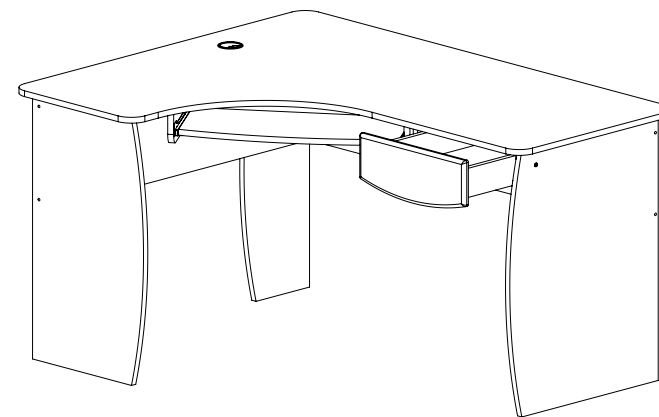
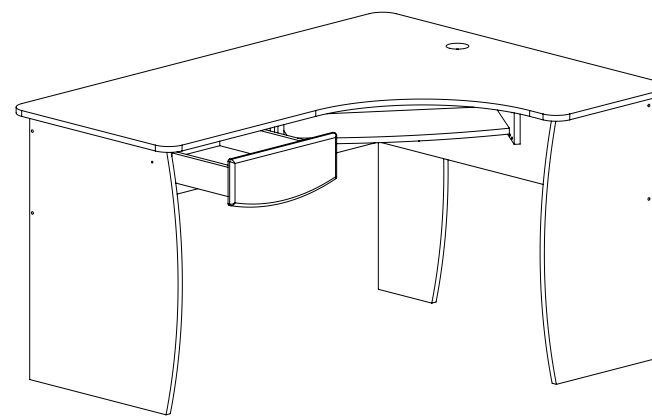

Рис.13
Рис.14
11. Ящик установить на направляющие боковин 11,12 (Рис. 13, в зеркальном исполнении – Рис.14).